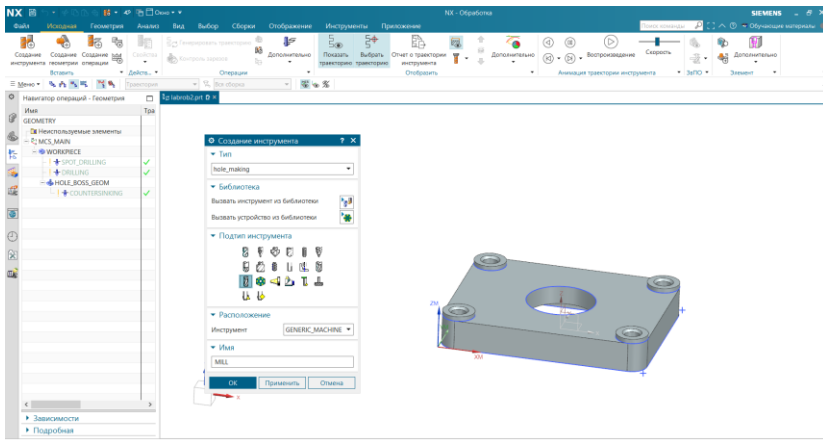
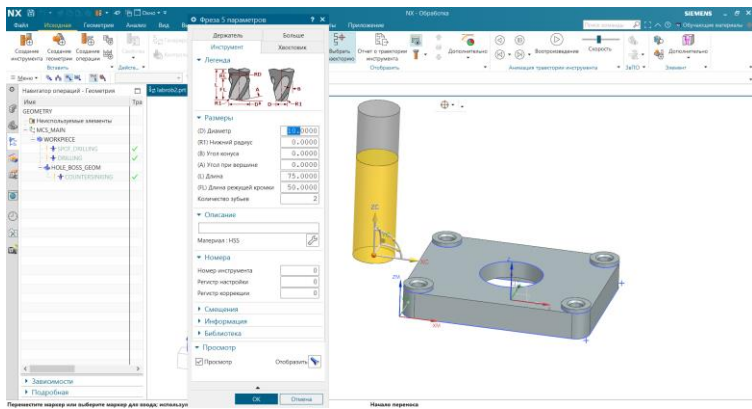

Рисунок 2.31 – Діалогове вікно «Создание инструмента»
Рисунок 2.32 – Діалогове вікно «Инструмент»
16) Задайте різальний інструмент, використовуючи команду «Создать инструмент» (рис. 2.31). З'явиться діалогове вікно (рис. 2.32). Інструменти згруповані по типах. Тип hole making нас влаштує. Підтип вказуємо mill. В якості місця розташування вкажіть GENERIC\_MACHINE, задайте ім'я mill D10. Натисніть